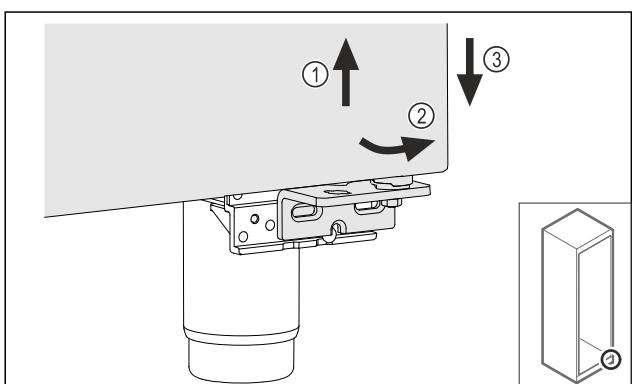

Fig. 23
► Duris šiek tiek kilstelėkite Fig. 23 (1), apačioje paverskite į priekį Fig. 23 (2) ir nuleiskite Fig. 23 (3).